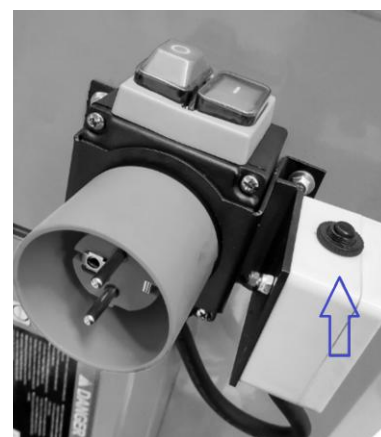

Fig. 8
- Una volta raffreddato, premere il pulsante di reset per riprendere il funzionamento (vedere Fig. 8).